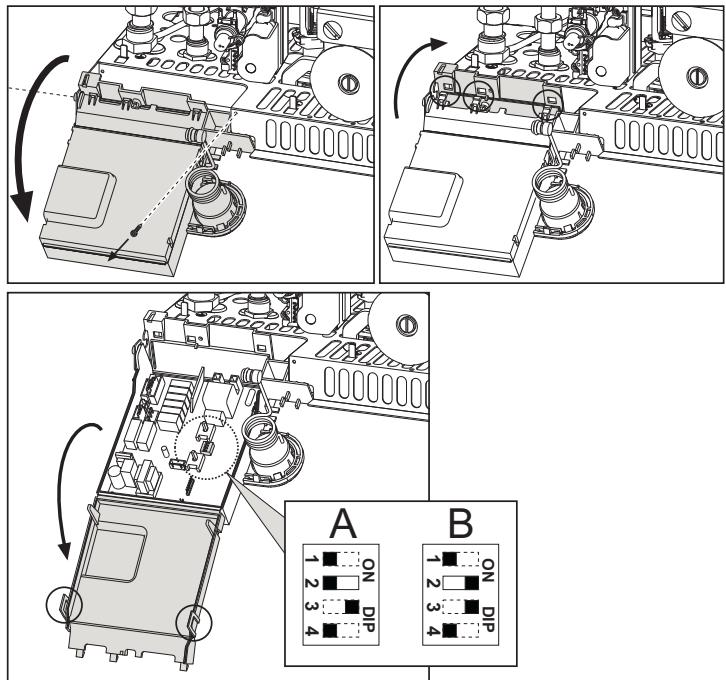

рис. 13
4. Измените настройку DIP-переключателя №2: OFF (ВЫКЛ)=Метан (поз. "A"рис. 13) - ON (ВКЛ) = GPL (поз. "B"рис. 13).